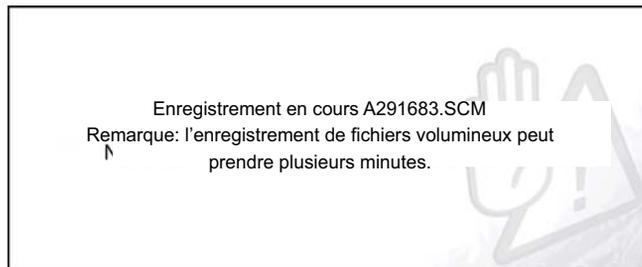

Figure 4-37
- Au moment de capturer ou d'examiner des données, sélectionnez l'icône **Sauvegarder**. Un message apparaît à l'écran pour indiquer que le fichier de données est en cours de sauvegarde (Figure 4-37).